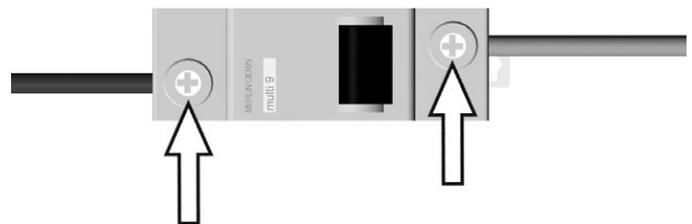

Abbildung 121. Kabelanschluss Hauptsicherung.
7. Kabel von der Hauptsicherung durch Lösen der Schrauben entfernen. Siehe Abbildung. 121.